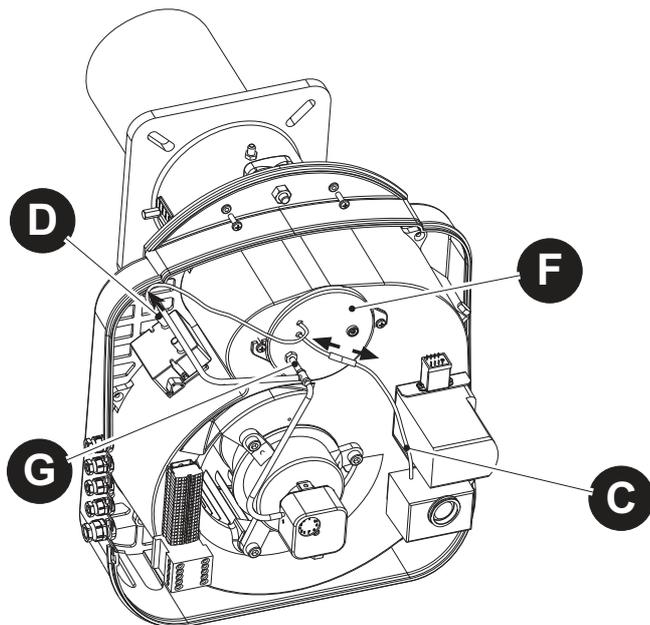

рис. 2c
- 2) Отсоедините кабели "D" и "C" в указанных местах и соответствующие кабельные втулки на крышке "F". Отсоедините трубку "G" от крышки "F" (рис. 2c).
5) Наденьте корпус горелки на шпильку "I" и закрепите его гайкой "H". Установите на место крышку "F", снова подключите кабели "D" и "C" (рис. 2c) с соответствующими кабельными втулками и закрепите крышку с помощью винтов "E" (рис. 2f).